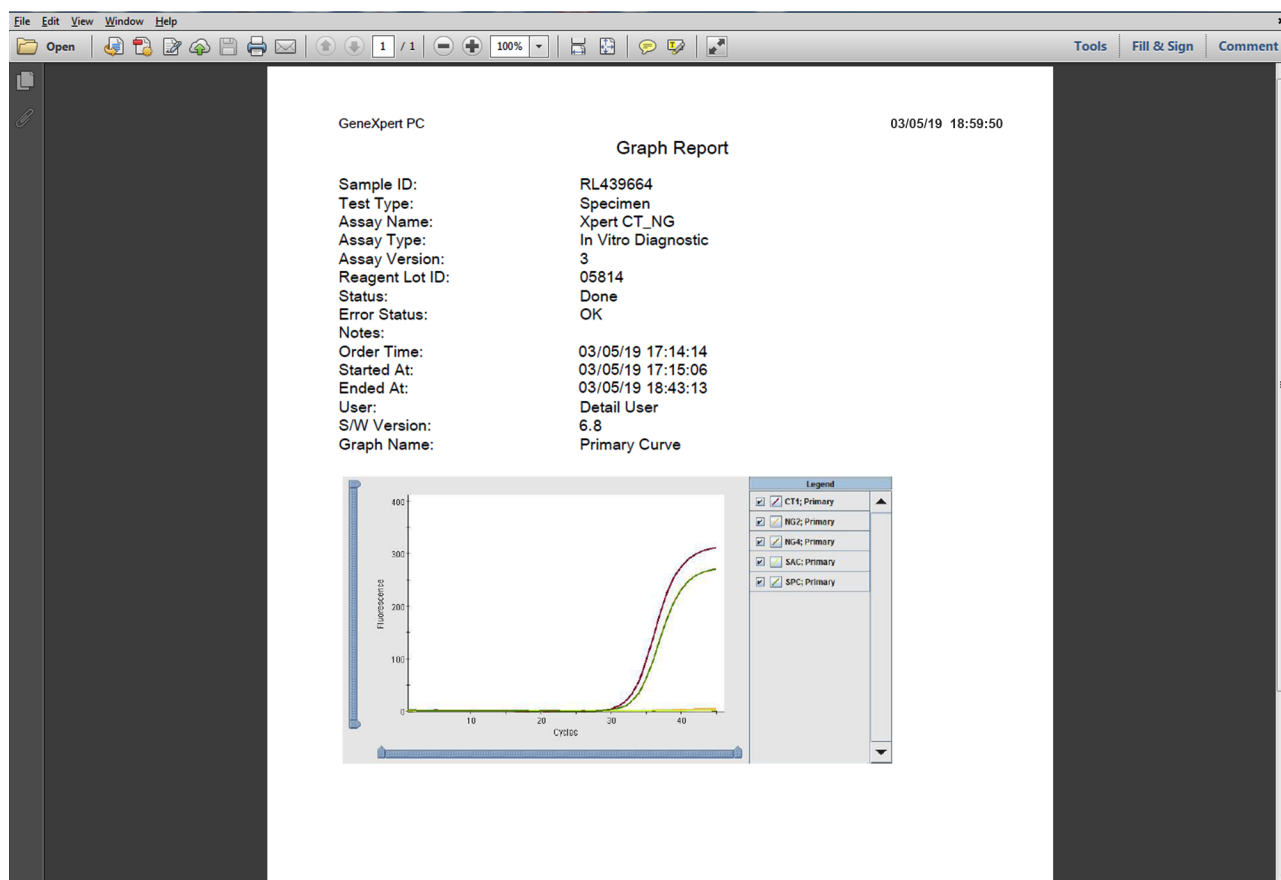
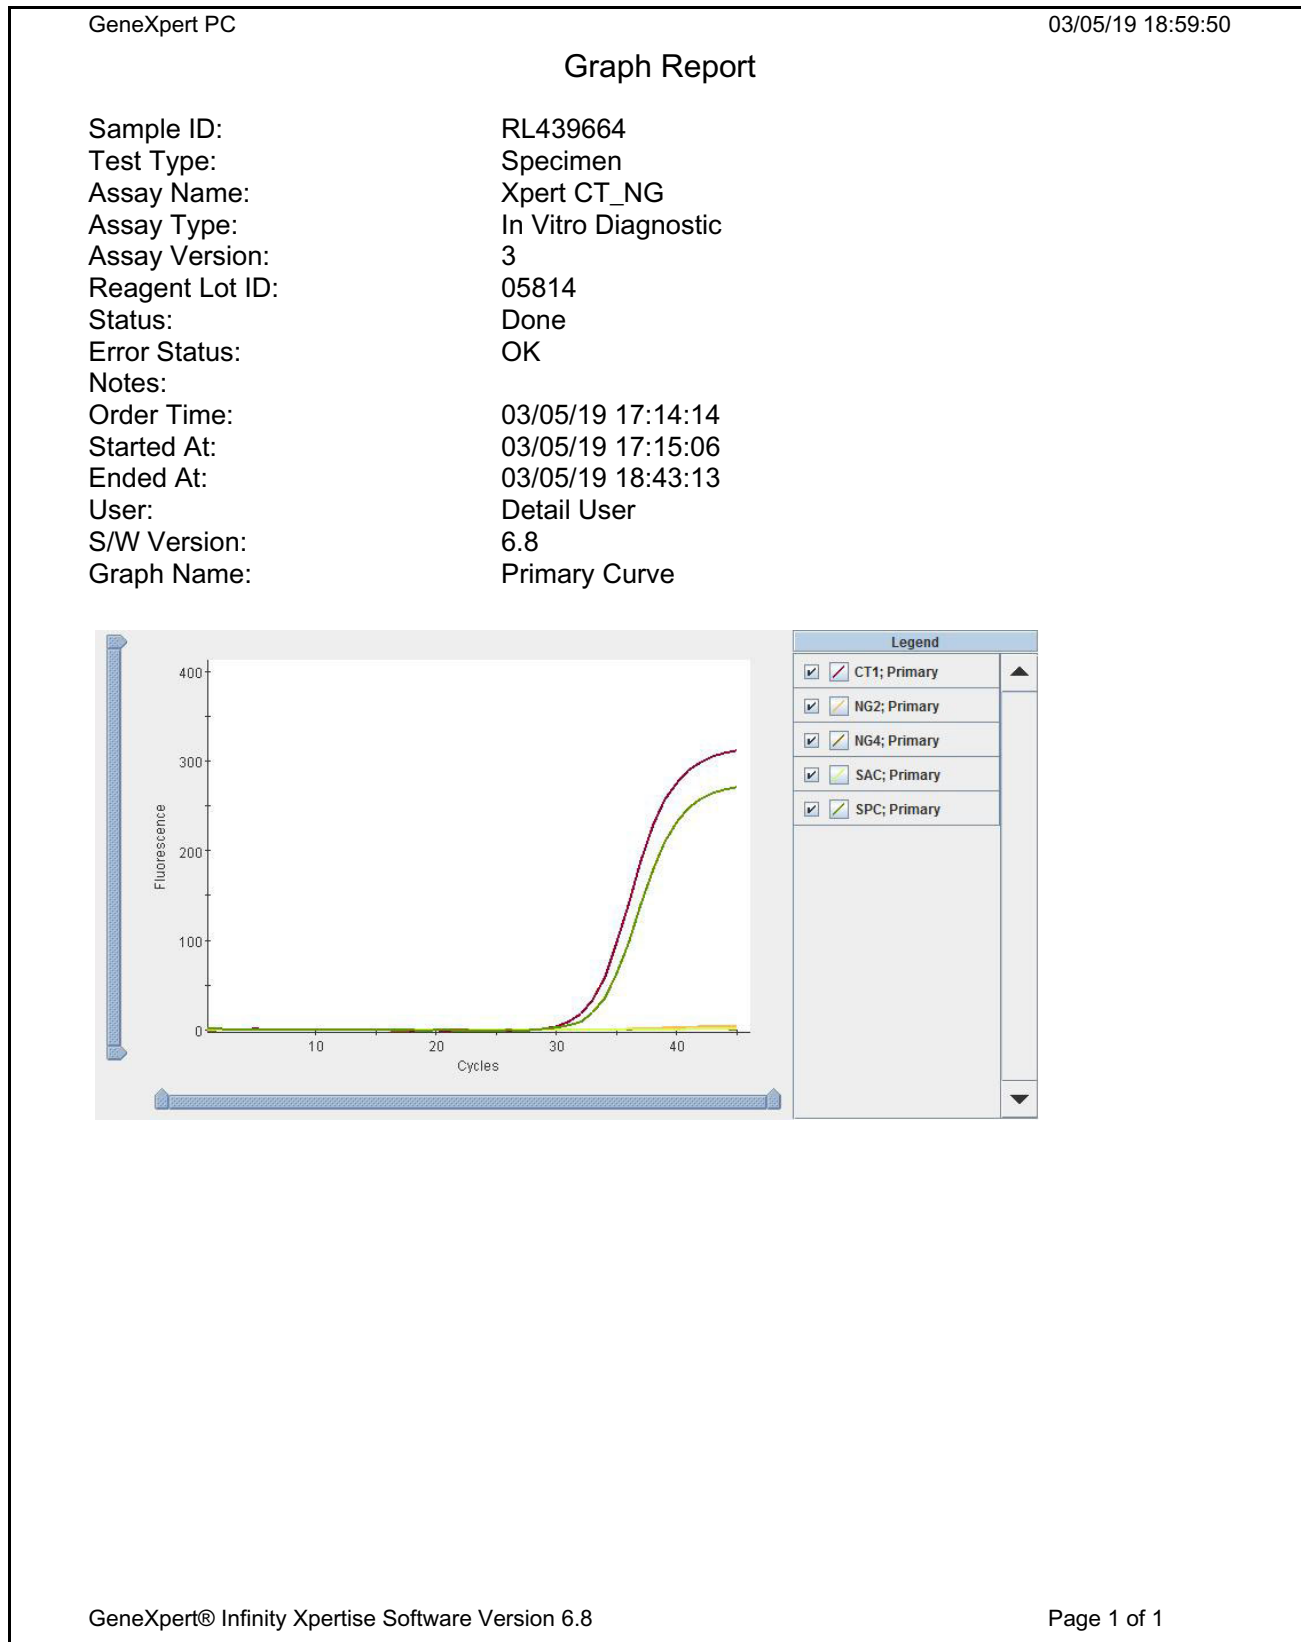

图 5-72. Adobe Reader 中显示的导出曲线图表报告
图 5-73. 导出曲线图表报告
- **生成报告文件 (GENERATE REPORT FILE)** – 创建一个 PDF 文件, 包含图表和报告文件夹中生成的基本测试信息。报告文件示例如图 5-73 所示。
- **预览报告 (PREVIEW REPORT)** – 选择此选项时, 生成一个 PDF 文件并在 Adobe Reader 中显示 (请参见图 5-72)。可以从 Adobe Reader 保存此文件。报告文件示例如图 5-73 所示。